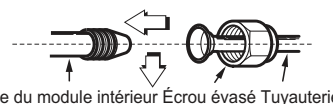

Fig. 10 – Alignement du centre du tuyau
5. Raccordez le conduit au panneau de conduits (voir la figure 10).